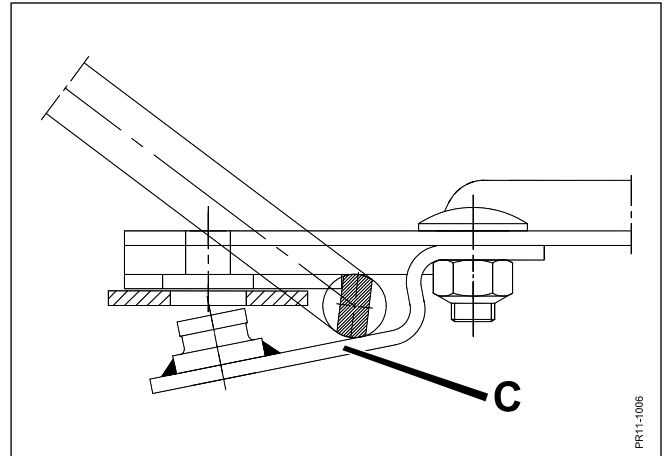

Fig. 5-5
- Fig. 5-5 Mit einem ebenen Zug nach vorne in dem langen Ende des Werkzeugs wird der Messerhalter **C** nach unten gedrückt.